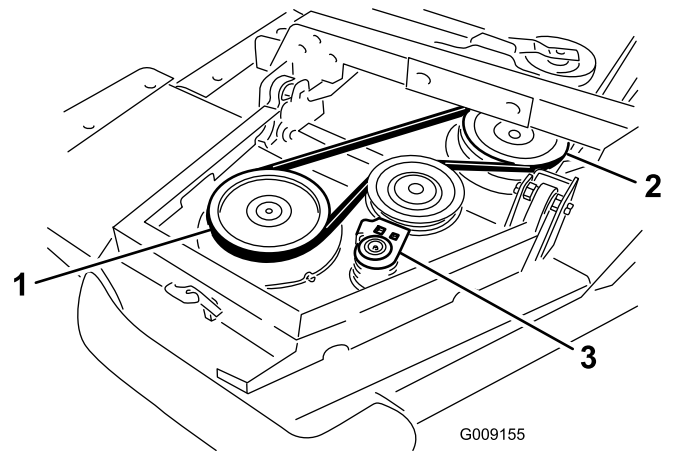

Bild 5
- Legen Sie den Riemen um die Riemenscheibe der Flügelspindel und die Riemenscheibe der Frontmähwerkspindel (Bild 5).
- Schieben Sie die Spanscheibe mit einem Schraubenschlüssel oder einem ähnlichen Werkzeug von den Scheiben (Bild 5).